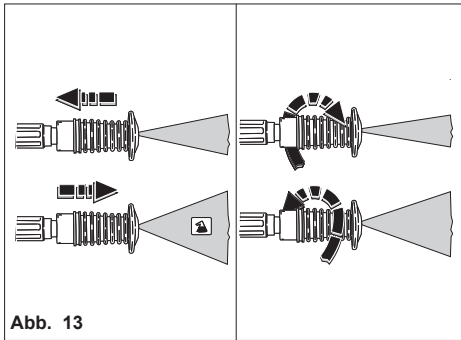

Abb. 13
### BENUTZUNG DER REGULIERBAREN MULTI-REG-DÜSE (Abb. 13)
- Wenn der Hochdruckreiniger nicht benutzt wird, die Sicherheitsvorrichtung am Griff schließen. (Abb. 13)
- 2) Den Hochdruckreiniger anlaufen lassen, den Reinigungsmittelhahn (falls vorhanden) aufdrehen, die Steuerung für das Absaugen des auf der Lanze (Abb. 13) vorhandenen Reinigungsmittels betätigen und nun das Mittel von unten nach oben auf der ganzen, zu reinigenden Oberfläche verteilen. Ein paar Minuten lang einwirken lassen.